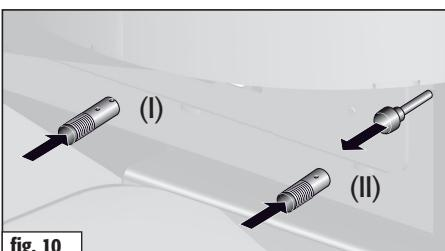

fig. 10
Regolazione dell'aria secondaria.	Posizionare la valvola dell'aria secondaria (II) tra lineette 1 e 2. (fig. 10)